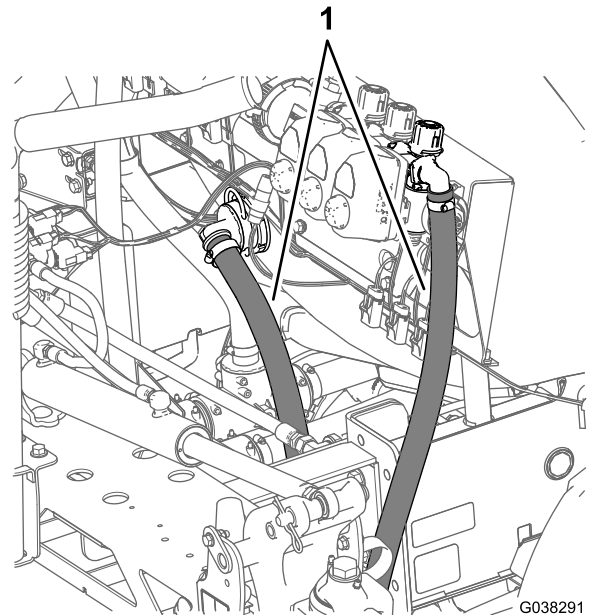

図 78
- 図 78 のように、ブームバイパスホースを、右側フレームチャネルの周囲を回して液剤タンクのバルクヘッドFITTINGに導く。